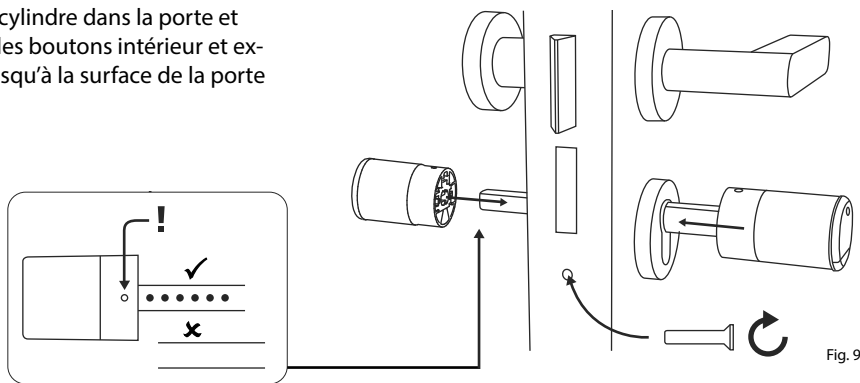

Fig. 9
- < 43 mm = ①
- 44 - 53 mm = ②
- 54 - 59 mm = ③
- ⑥ Vissez le cylindre dans la porte et poussez les boutons intérieur et extérieur jusqu'à la surface de la porte (Fig. 9).